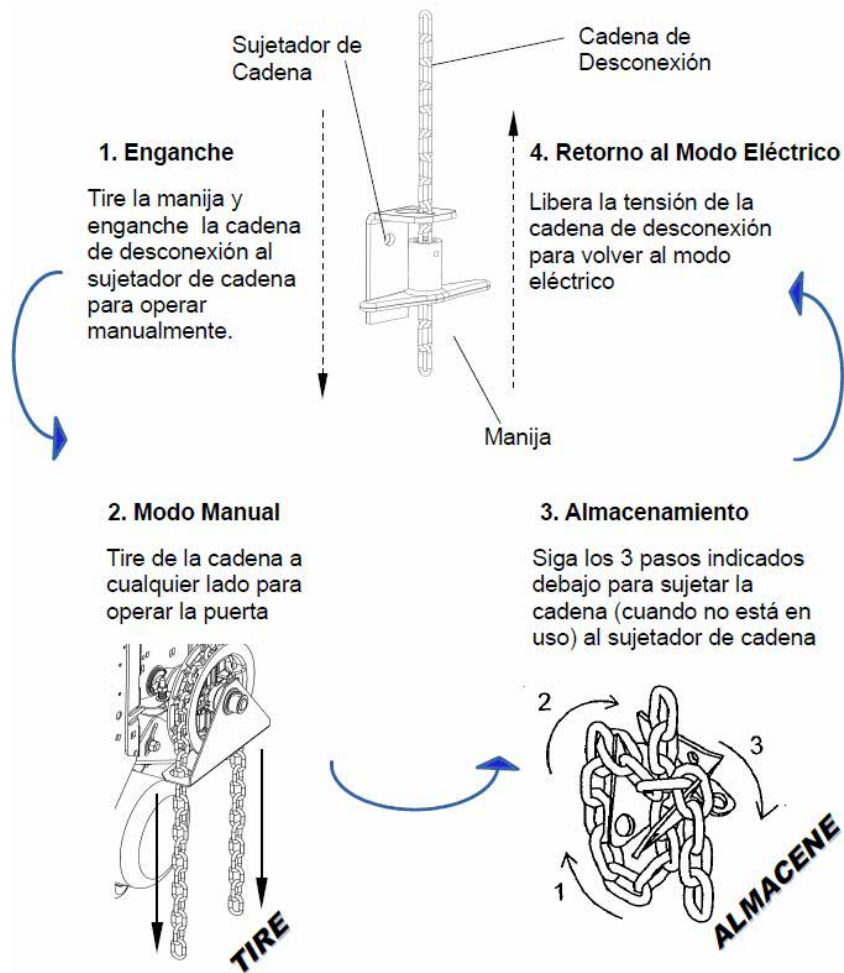

Figura 16 - Enganche y operación de la polea
- Activar el mecanismo de la polea manual (ver la Figura 16)